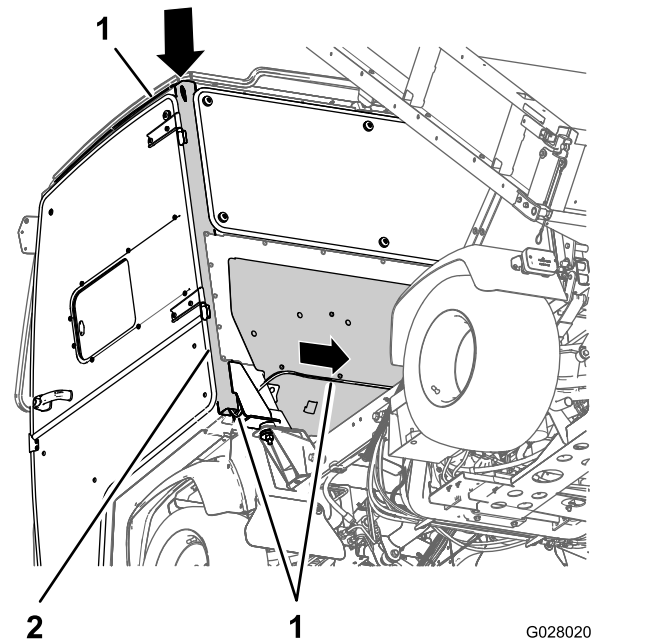

Figura 22
3. Encaminhe a extremidade livre do tubo pela abertura na parte superior do pilar B da estrutura da cabina, do lado do condutor, e para baixo através da estrutura (Figura 22).